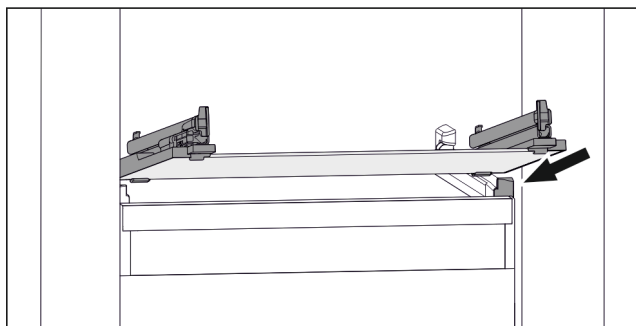

Fig. 159 Rappresentazione esemplificativa del ripiano in vetro
- Applicare il ripiano in vetro obliquamente dietro i fermi. (vedere Fig. 159)